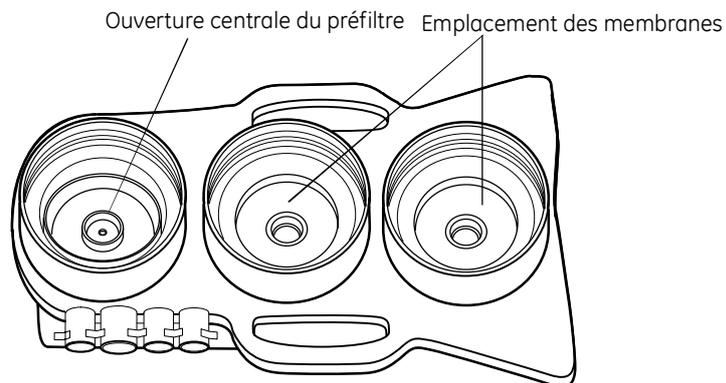

Figure 10
- D. Insérez les membranes dans le collecteur, côté joint torique en premier. Reportez-vous à la Figure 10.
- B. Versez une cuillère à soupe (15 millilitres) d'eau de Javel dans l'ouverture centrale du raccord de puisard du préfiltre. Reportez-vous à la Figure 10.